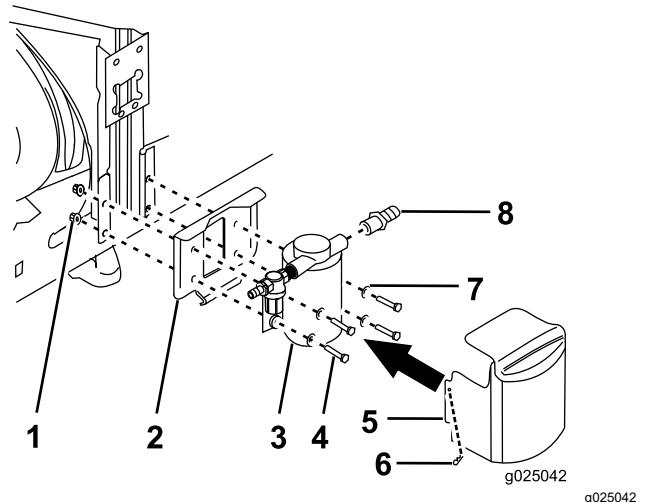

Figure 23
3. Fixez la pompe de rinçage et son support sur le support de vanne (Figure 23) au moyen des 4 boulons (1/4 x 1-3/4 po), 4 rondelles (1/4 po) et 4 écrous à embase cannelés (1/4 po).